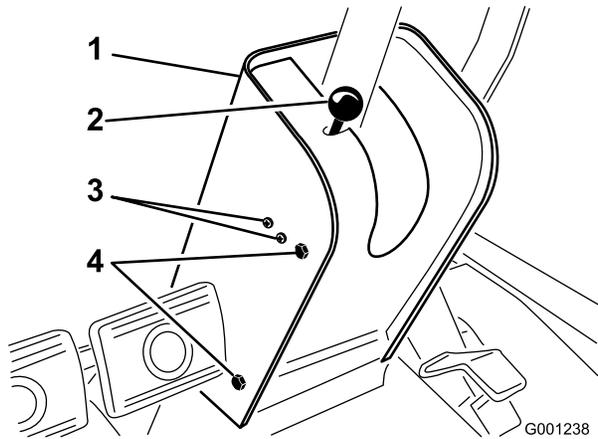

図 60
2. 駐車ブレーキ・ロッドのノブを外し、次にハンドルタワーのカバーを止めているネジを外す (図 60)。
4. 駐車ブレーキ・スイッチを固定しているネジをゆるめる (図 60)。